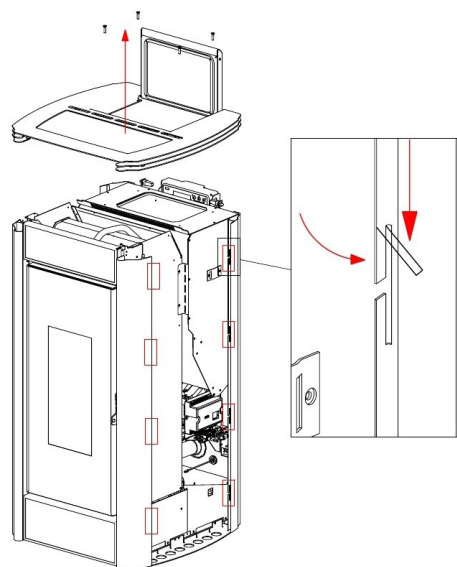

Fig. 24 - De tongetjes plooiën
- Met de vinger de bovenste tongetjes op de zwarte profielen naar buiten plooiën (zie Fig. 24 op pag. 19).